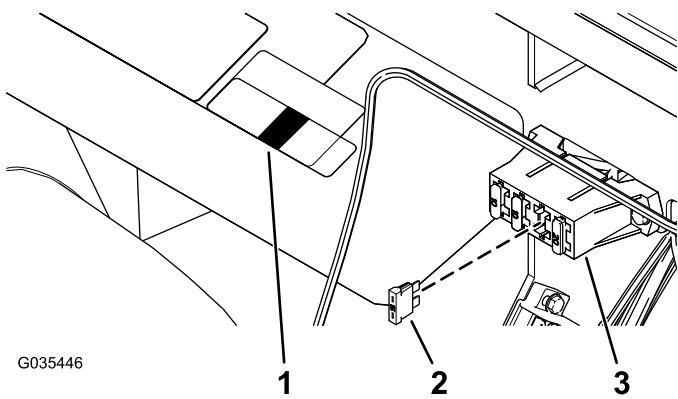
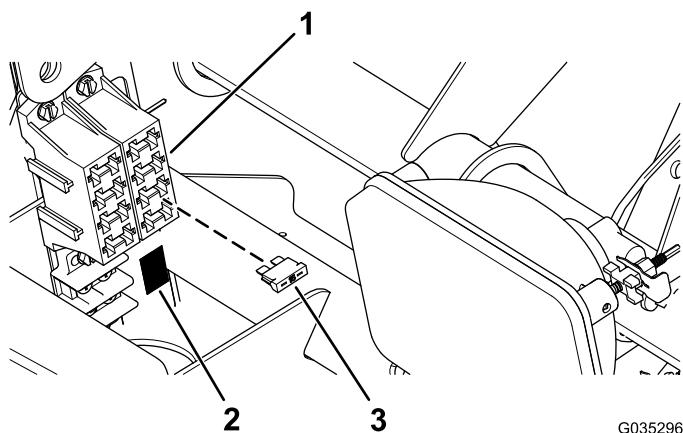

图10
图11
1. 将保险丝 (15A) 装入保险丝盒，将保险丝标贴粘贴到保险丝盒底部 (图10 和图11)。